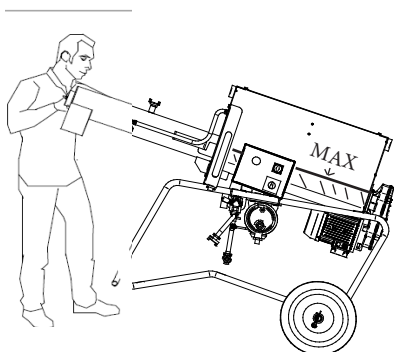
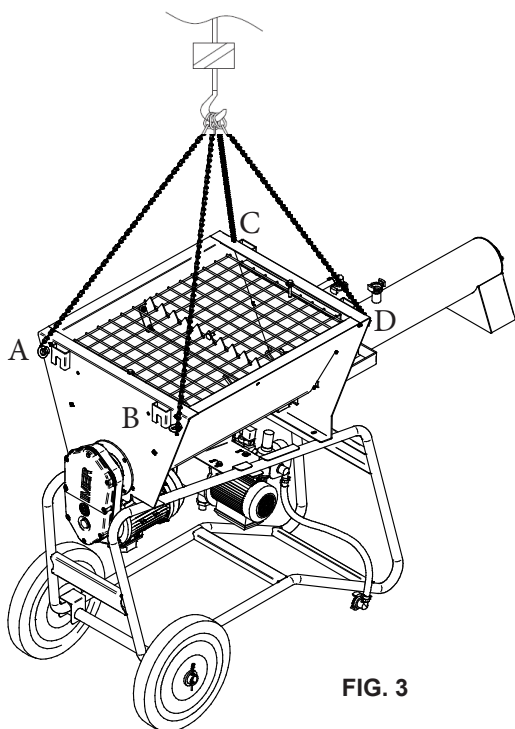

FIG. 2
FIG. 3
### 8. TRASPORTABILITA(vedi fig.2 e fig.3)
Sollevare il mescolatore avvalendosi delle apposite maniglie (fig.2) e spingere nella direzione desiderata.
**- ATTENZIONE! Per il sollevamento della macchina non utilizzare punti di aggancio diversi da quelli indicati in fig. 3**
Per il sollevamento della macchina utilizzare i due anelli appositamente previsti (fig.3).